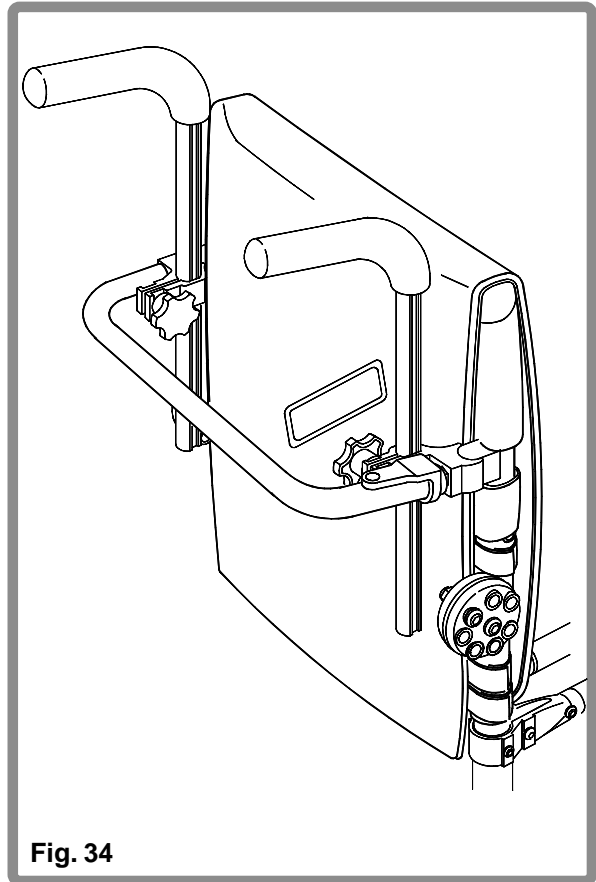
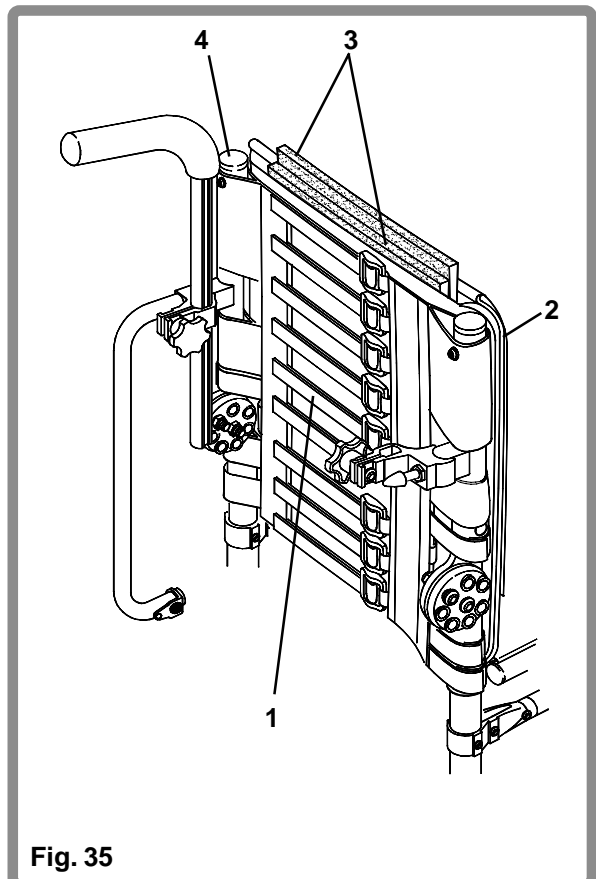

Fig. 34
Fig. 35
Uw Quickie 2 Millennium rolstoel kan worden geleverd met een Optima gepolsterde rug (Fig. 34). Afstelbare Velcro® klittebandstrips (1) laten toe om de rug precies het profiel van uw rug te doen volgen. De hoeveelheid horizontale banden hangt af van de hoogte van de rug (Fig. 35), 8 op de korte rug, 9 op de hoge rug.